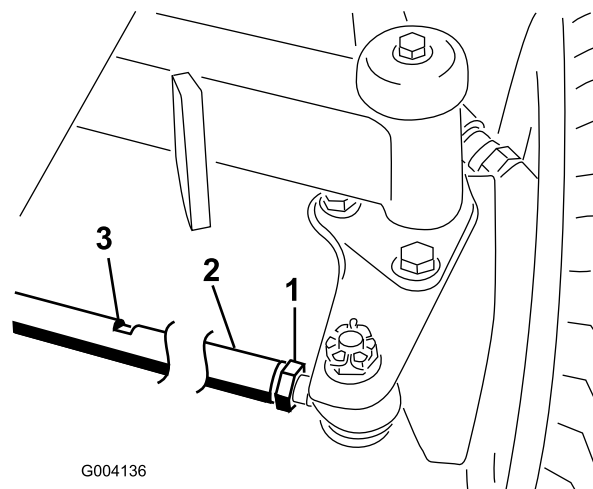

Figura 69
2. Afloje las contratuercas de ambos extremos del tirante (Figura 69).